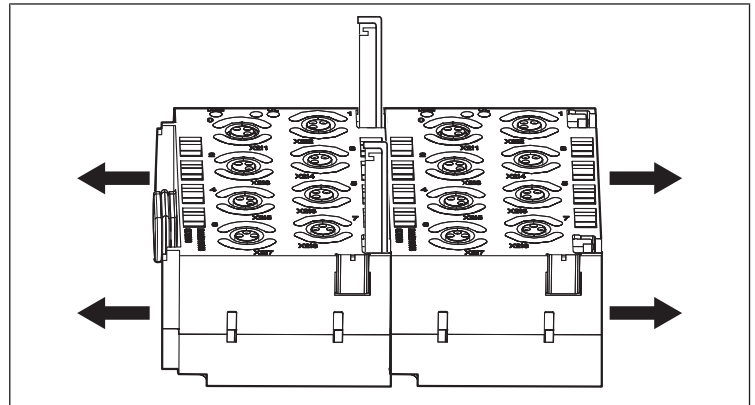

Fig. 7: Séparer les modules
- Retirer tous les composants par la gauche, jusqu'à ce que ces derniers ne soient plus reliés (voir Fig. 7: Séparer les modules).